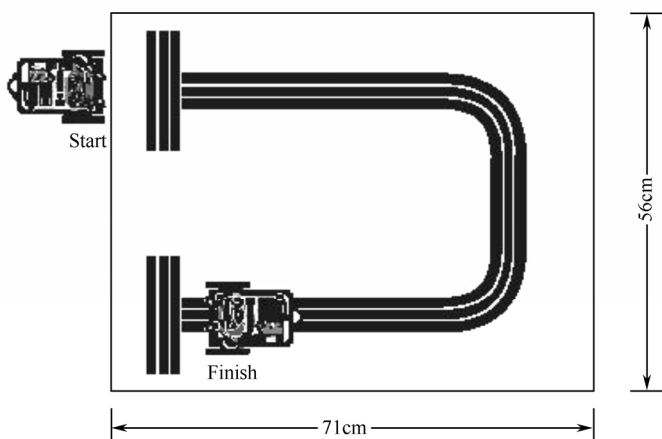

图 6.11 条纹带跟踪
如图 6.11 所示，你可以搭建一个路径并编程使机器人巡线运动。路径中每个条纹带是由 3 条 19mm 宽的黑色聚乙烯“电工绝缘带”边对边地并行粘贴在白色招贴板上组成的，“电工绝缘带”条纹之间不能漏出白色板。为了成功跟踪该路径，测试和调节机器人是必要的。需要的材料包括：
- 运行程序, 将机器人放在图 6.11 所示的“Start”位置, 机器人将静止。如果你把手放在 IR 组前面, 然后它会向前移动, 当它走过了开始的条纹带时, 把手移开, 它会沿着条纹带行走。当它运行到“Finish”条纹带时, 它应该停止不动。